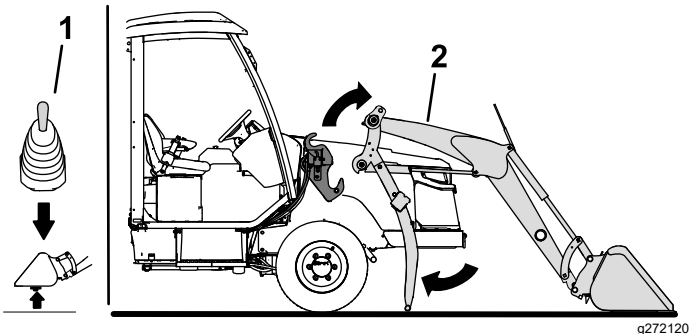

Figure 48
4. Utilisez le levier multifonction pour lever les bras de chargeuse hors des supports sur le cadre de la chargeuse (Figure 48).